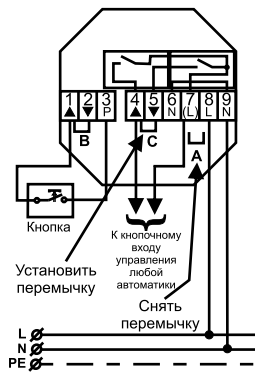

Рисунок 2.
- Добавить переключатель между контактами 1 и 2 (см. Рис.2, обозначение В).
- Снять переключатель устройства между контактами 7 и 8 (см. Рис.2, обозначение А).
- Установить переключатель между контактами 4 и 5 (см. Рис.2, обозначение С). Теперь контакты исполнительных реле устройства гальванически развязаны с сетью